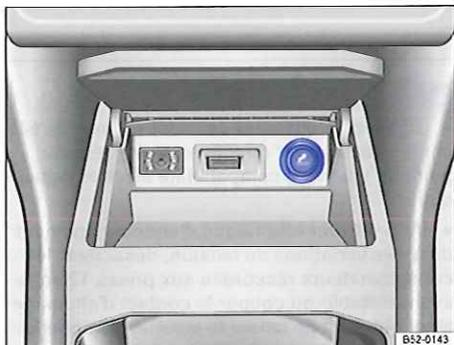

Fig. 133 Dans la partie inférieure de la console centrale, sous un cache : allume-cigare
- Enfoncez le bouton de l'allume-cigare lorsque le contact d'allumage est mis  $\Rightarrow$  fig. 133.